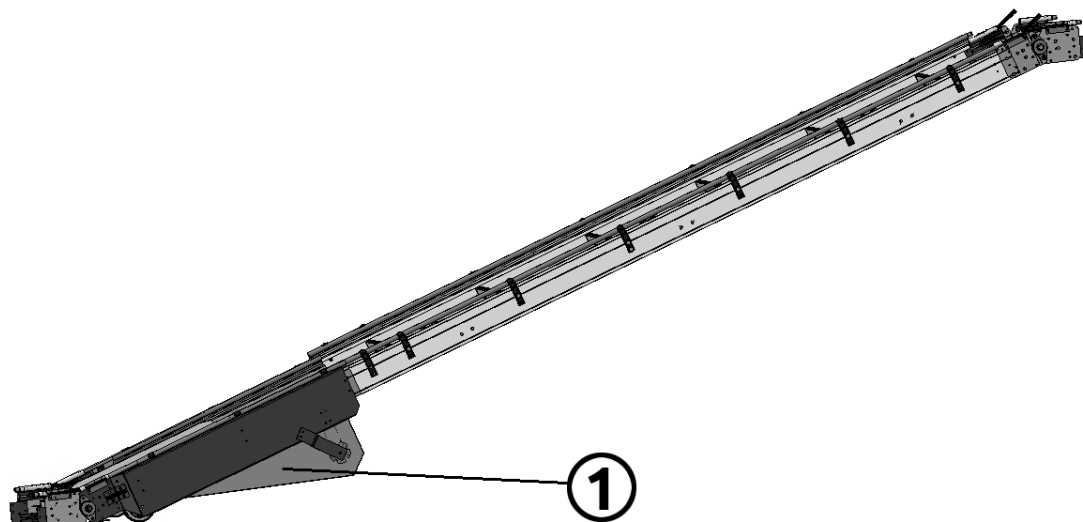

Рисунок 5.7
Телескоп (рис. 5.7) имеет механизм компенсации линейной длины цепи (1), который полезен при перемещении конвейера между ярусами.